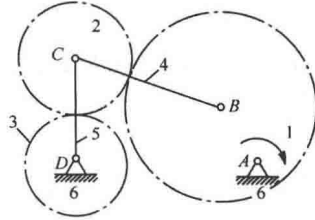

图 1-3-3
3. 图 1-3-3 所示齿轮—连杆组合机构。已知齿轮 1 为主动件, 转向为顺时针; 齿轮 3 为从动件。
解: (1) 由图 1-3-3 可知, 该机构中 C 、 D 处均为复合铰链, 且活动构件数目 $n=5$, 代入公式可得自由度为